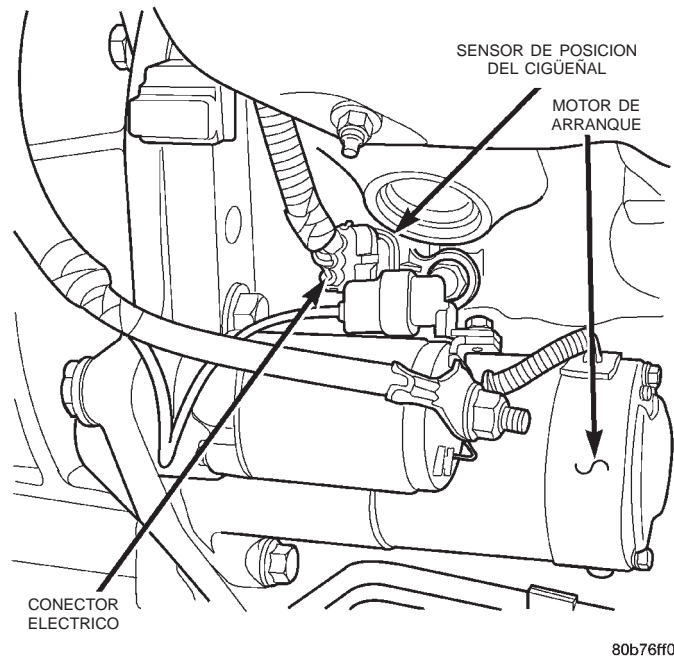

Fig. 30 Localización del sensor de CKP—motor 4.7L V-8
El sensor de posición del cigüeñal (CKP) está empernado a un lado del bloque de cilindros del motor encima del motor de arranque (Fig. 30). Está emplazado dentro de un orificio maquinado en el lateral del bloque del motor.
- (1) Retire el motor de arranque. Consulte el procedimiento en Desmontaje e instalación del motor de arranque.
- (2) Desconecte el conector eléctrico del CKP en el sensor (Fig. 30).